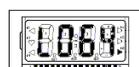

图 9
- 1) 反复按“类型”键，使液晶的“状态”位显示“L”，如图 9 所示。